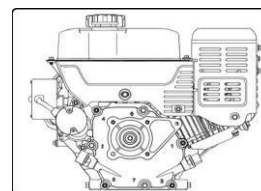

Рис.25
2. Отвинтите крышку маслоналивной трубки и протрите щуп. Рис.25
1. Найдите маслоливное отверстие в нижней части картера, Рис.25.
2. Очистите зону около маслоливного отверстия. Рис.25.